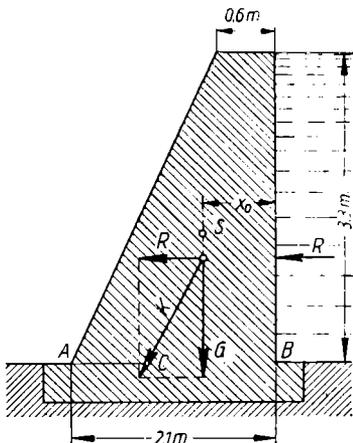

Bild 223
39. Die Staumauer nach Bild 223 von trapezförmigem Querschnitt soll das Wasser auf 3,3 m Höhe anstauen. Zu berechnen ist a) das Gewicht der Mauer bis zur Sohle AB für 1 m Länge und der Wichte 2300 kp/m^3 für Beton; b) die Gesamtkraft R des waagerechten Wasserdruckes für 1 m Mauerlänge; c) die Tiefe y_m , in der der Druckmittelpunkt unter dem Wasserspiegel liegt; d) die Mittelkraft K aus Mauergewicht und Wasserdruck, welche von der Sohlfläche AB aufzunehmen ist; e) das Lagenmaß x_0 des Schwerpunktes der Trapezfläche; f) das Maß BC für die Lage des Punktes C , in dem die Mittelkraft K die Sohle durchschneidet.